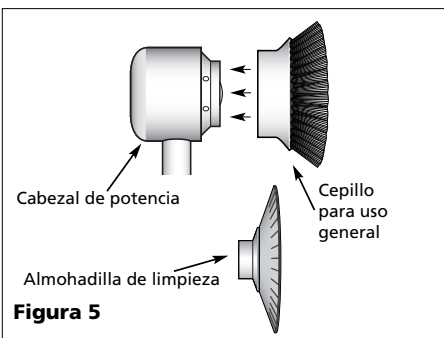

Figura 5
3. Para usar la almohadilla de presión o el cepillo para uso general (Figura 5), presione firmemente cualquiera de los accesorios en el cabezal de potencia.